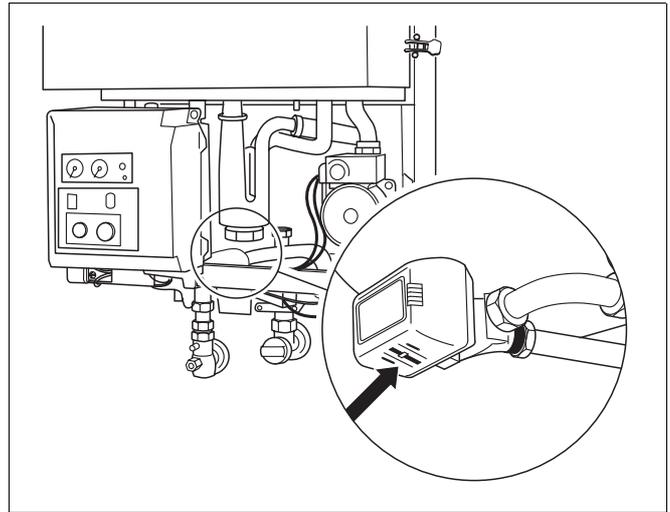

Fig. 13 Valvola a tre vie (non disponibile con apparecchi Single Logamax plus GB122-11/19/24 senza accumulatore esterno)
- In apparecchi combi o caldaie con accumulatore esterno, portare la valvola a tre vie (fig. 13) in posizione intermedia. Spingere quindi la leva della valvola a tre vie verso destra premendola con un cacciavite o simile.